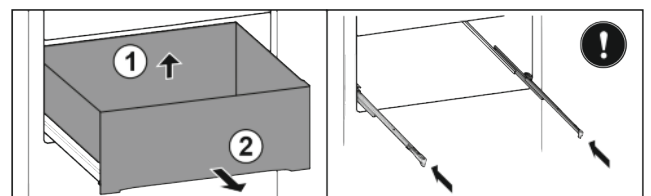

Fig. 29
- ▶ Schubfach hinten anheben Fig. 29 (1).
- ▶ Nach vorne entnehmen Fig. 29 (2).